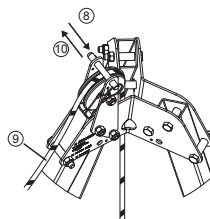

Рис. 10
8. Удалите шаровой палец, расположенный в верхней части треноги TRACPODE™ (Рис.10, 8).
9. Пропустите канат спускового устройства DEROPE™ вокруг роликовой опоры (Рис.10, 9).
10. Установите шаровой палец для предотвращения схода каната с ролика (Рис.10, 10).